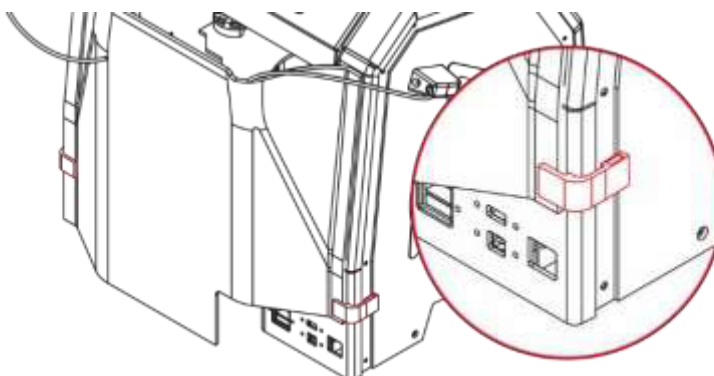

Рис. 69 Установка зажима на задней части корпуса
5. Установить зажимы на заднюю часть корпуса. Конец магнитного зажима должен попадать в выемку принтера (рис. 69).